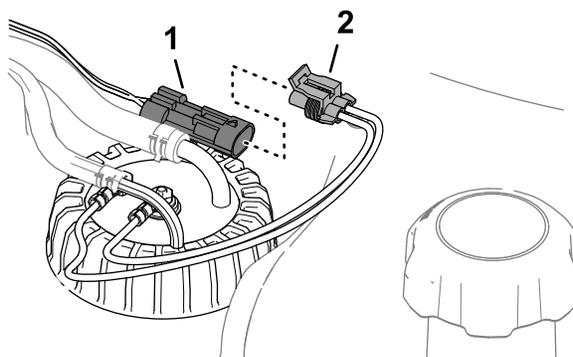

Figura 88
3. Retire o conector de duas tomadas da cablagem da alimentação de combustível do conector de dois pinos da cablagem da máquina (Figura 88).